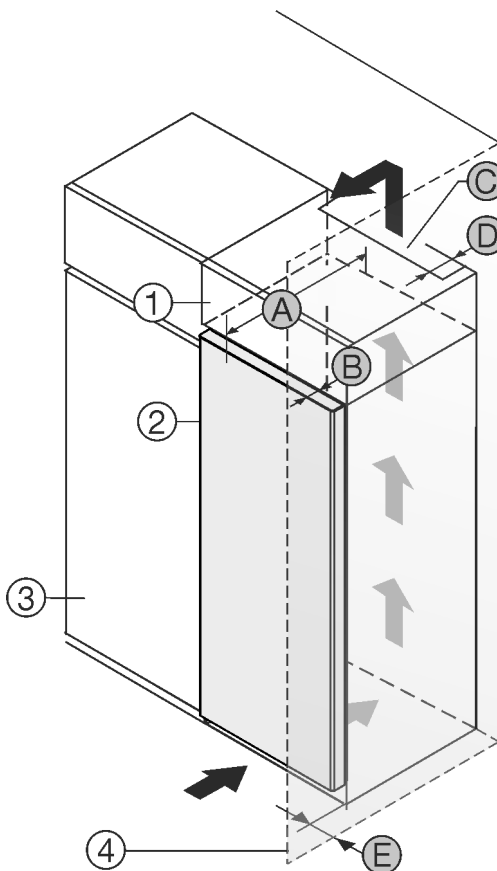

Fig. 1
- (A) Дълбочина на уреда \*
- (C) Вентилационно напречно сечение \*
- (D) Разстояние до гърба на уреда \*
- (E) Разстояние до страната на уреда \*
- (3) Кухненски шкаф \*
- (4) Стена \*
Можете да поставите уреда непосредствено до кухненския шкаф Fig. 1 (3)\*.
От задната страна на шкафа-пристройка трябва да има вентилационен отвор с дълбочина Fig. 1 (D) по цялата ширина на шкафа-пристройка.\*
Под тавана на помещението трябва да е спазено сечението за вентилация Fig. 1 (C)\*.
Когато уредът се поставя с пантите до стена Fig. 1 (4), разстоянието между уреда и стената трябва да е поне 13 mm.\*
За да можете да отваряте вратата изцяло, уредът трябва да е издаден с дълбочината на вратата Fig. 1 (B) спрямо челото на кухненския шкаф. В зависимост от дълбочината на кухненските шкафове Fig. 1 (3) и използването на детайли за отстояние от стената, уредът може да излезе още по-напред.\*